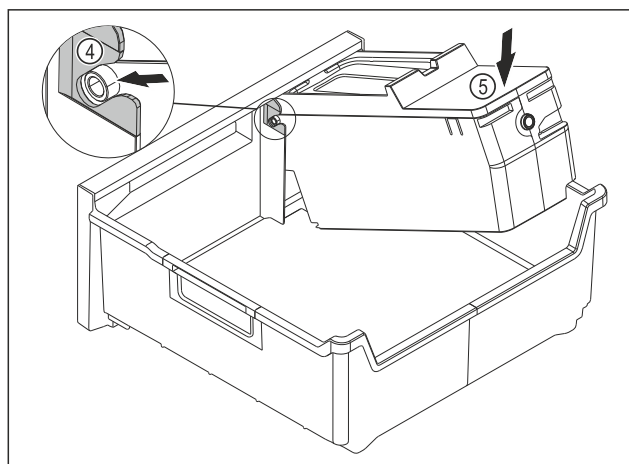

Fig. 134
- ▶ Смонтируйте корпус EasyTwist-Ice: Вставьте оси корпуса EasyTwist-Ice в направляющие Fig. 134 (4).
- ▶ Вдавите корпус EasyTwist-Ice Fig. 134 (5) вниз.